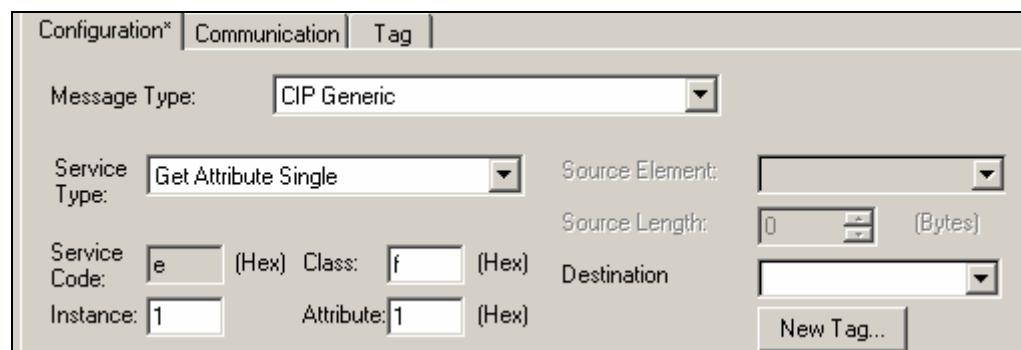

图3-64 配置通讯参数
53. 选择 Configuration (组态选项卡), 如图3-64所示, 通过设置以下参数获取变频器 Output Current (输出电流) 值。